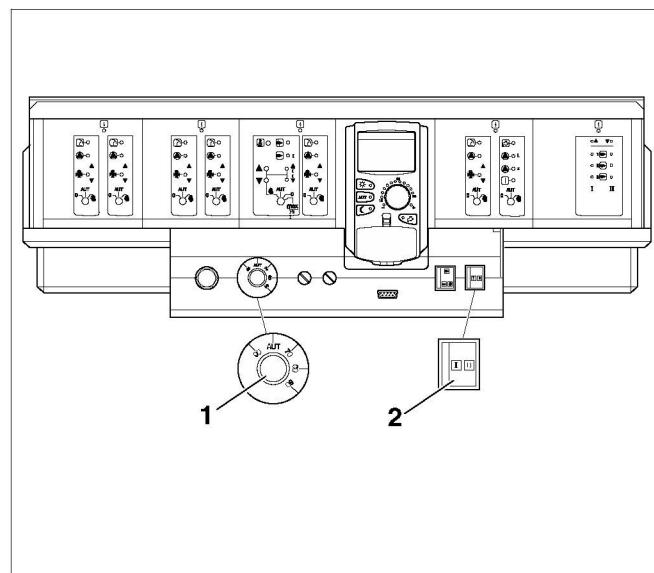

Рис. 3 Система управления Logamatic 4000
Включите отопительный котел на системе управления рис. 3. При включении системы управления запустите горелку в автоматическом режиме. Затем горелка может стартовать от системы управления. Дальнейшую информацию по этому вопросу Вы найдете в соответствующей инструкции по эксплуатации системы управления.
- Установите пусковой выключатель (рис. 3, поз. 2) в положение "I" (Вкл.).
- Установите регулятор температуры котловой воды (рис. 3, поз. 1) в положение "AUT". Для поддержания постоянной температуры установите нужную температуру (минимум 65 °C).
- Установите пусковой выключатель (рис. 3, поз. 2, страница 7) в положение "0" (ВЫКЛ.)
- Установите пусковой выключатель на системе управления (рис. 3, поз. 2, стр. 7) в положение "0" (Выкл.).
- Спустя примерно три секунды переведите пусковой выключатель на системе управления (рис. 3, поз. 2, стр. 7) в положение "I" (Вкл.).